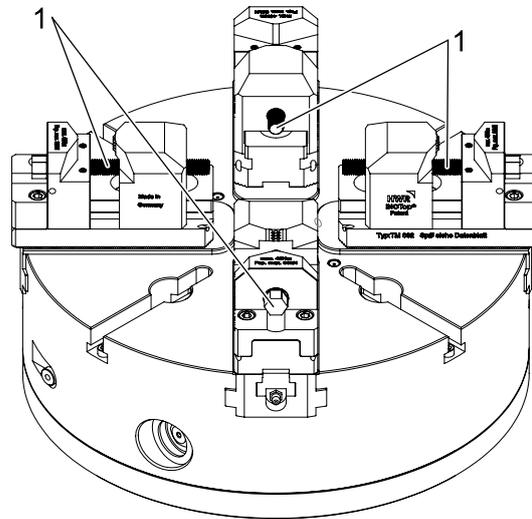

Abb. 4-1: Spannen des Werkstücks
**Schritt 1** Öffnen Sie die Spanneinheit durch Verdrehen der Spindeln (1, siehe Abb. 4-1).
**Schritt 4** Spannen Sie das Werkstück mit Hilfe eines Drehmomentschlüssels durch gleichmäßiges Anziehen der Spindeln (1, siehe Abb. 4-1).